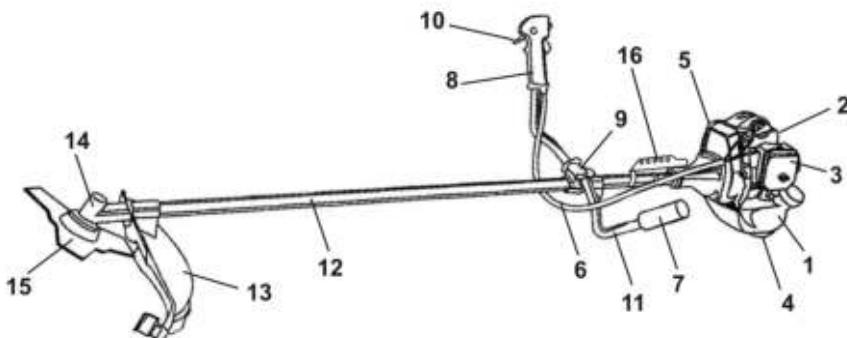

Рис.2. Расположение основных элементов бензотrimмера:
Основные элементы и части бензотrimмера представлены на рис. 2.
U-образная рукоятка (см. рис.2) состоит из двух частей: левой (7) и правой (8) ручек управления, которые прикреплены к штанге (12) с помощью соединительного кронштейна (9). Левая ручка служит для удержания бензотриммера левой рукой, а правая ручка — для удержания правой рукой и управлением работой бензотриммера.
Ремень крепится к штанге с помощью держателя (16) (рис.2). Согласно рис.5 наденьте ремень на шею и пристегните карабин за одно из отверстий в держателе (16) (см. рис.2).